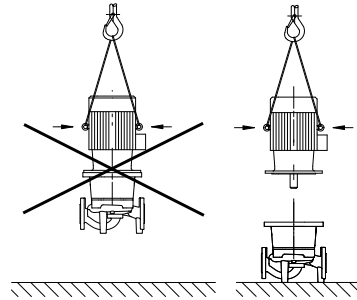

Fig. 7: Variklio transportavimas
- Variklio transportavimo kilpos skirtos tik variklio, o ne viso siurblio transportavimui (Fig. 7).